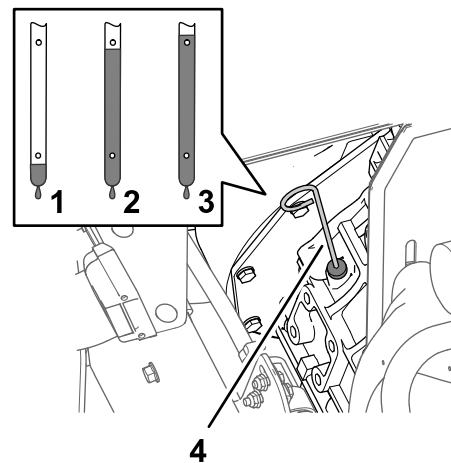

Figura 74
- Retire a vareta e verifique o nível de óleo no motor (Figura 74).
- Adicione devagar o óleo especificado para elevar o nível até à marca Cheio da vareta (Figura 74).